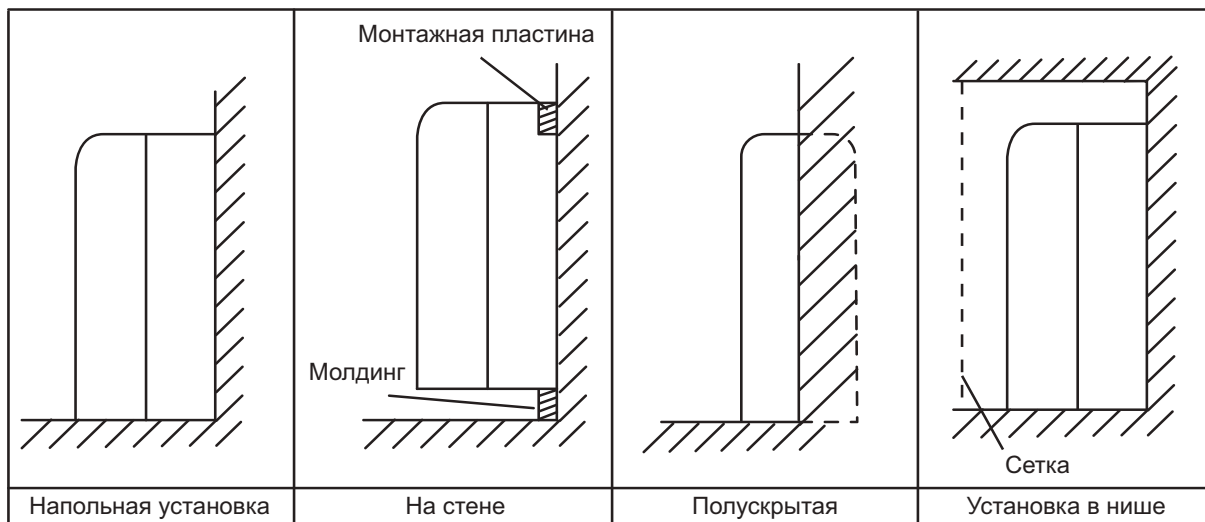

Рис. 10.34
10.6.1.1 Блоки должны быть установлены с учетом требований настоящей инструкции (см. рис. 10.34 и 10.35).
10.6.2 Блоки могут устанавливаться на стене, на полу (см. рис. 10.34).